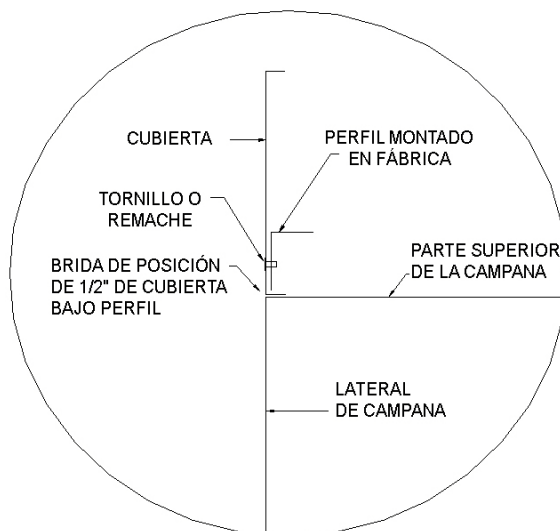
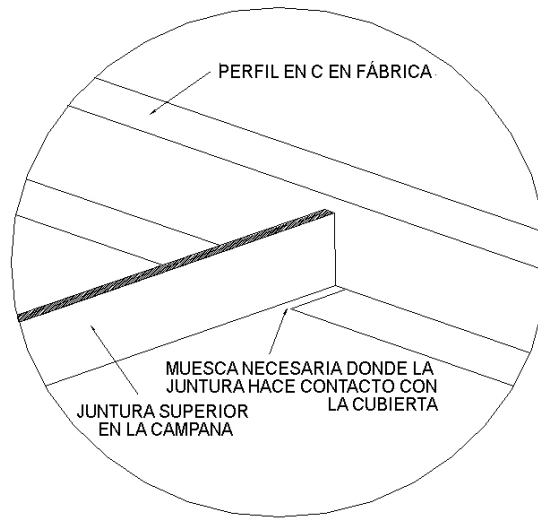

Figura 14A
Figura 14B
2. Localice uno de los paneles laterales de la cubierta y posicione en la campana de manera que la brida de 1/2" de la parte inferior del panel se deslice por debajo del perfil lateral de la parte superior de la campana. **Vea la figura 14A: detalle de la Cubierta.** **NOTA:** cuando corresponda, se deberá hacer una muesca en la brida de la cubierta (usando tijeras para hojalata) en el lugar en el que se produzca interposición. **Vea la figura 14B: Detalle de Juntura Superior de Campana.**